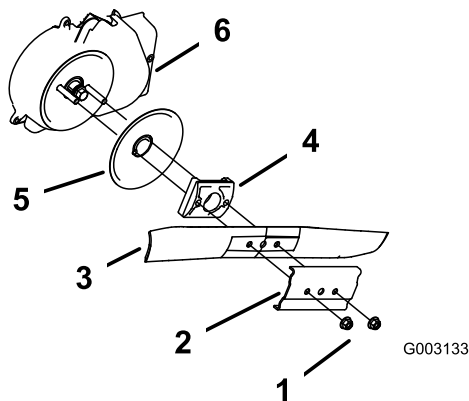

Figura 52
3. Togliete i due dadi della lama ed il rinforzo (Figura 52).
4. Togliete la lama (Figura 52).
5. Togliete il giralama e il disco antistrappo (Figura 52).
6. Rimuovete il carter del sistema di arresto della lama (Figura 52).
10. Montate la lama ed il rinforzo con i due dadi della lama rimossi al punto (Figura 52).